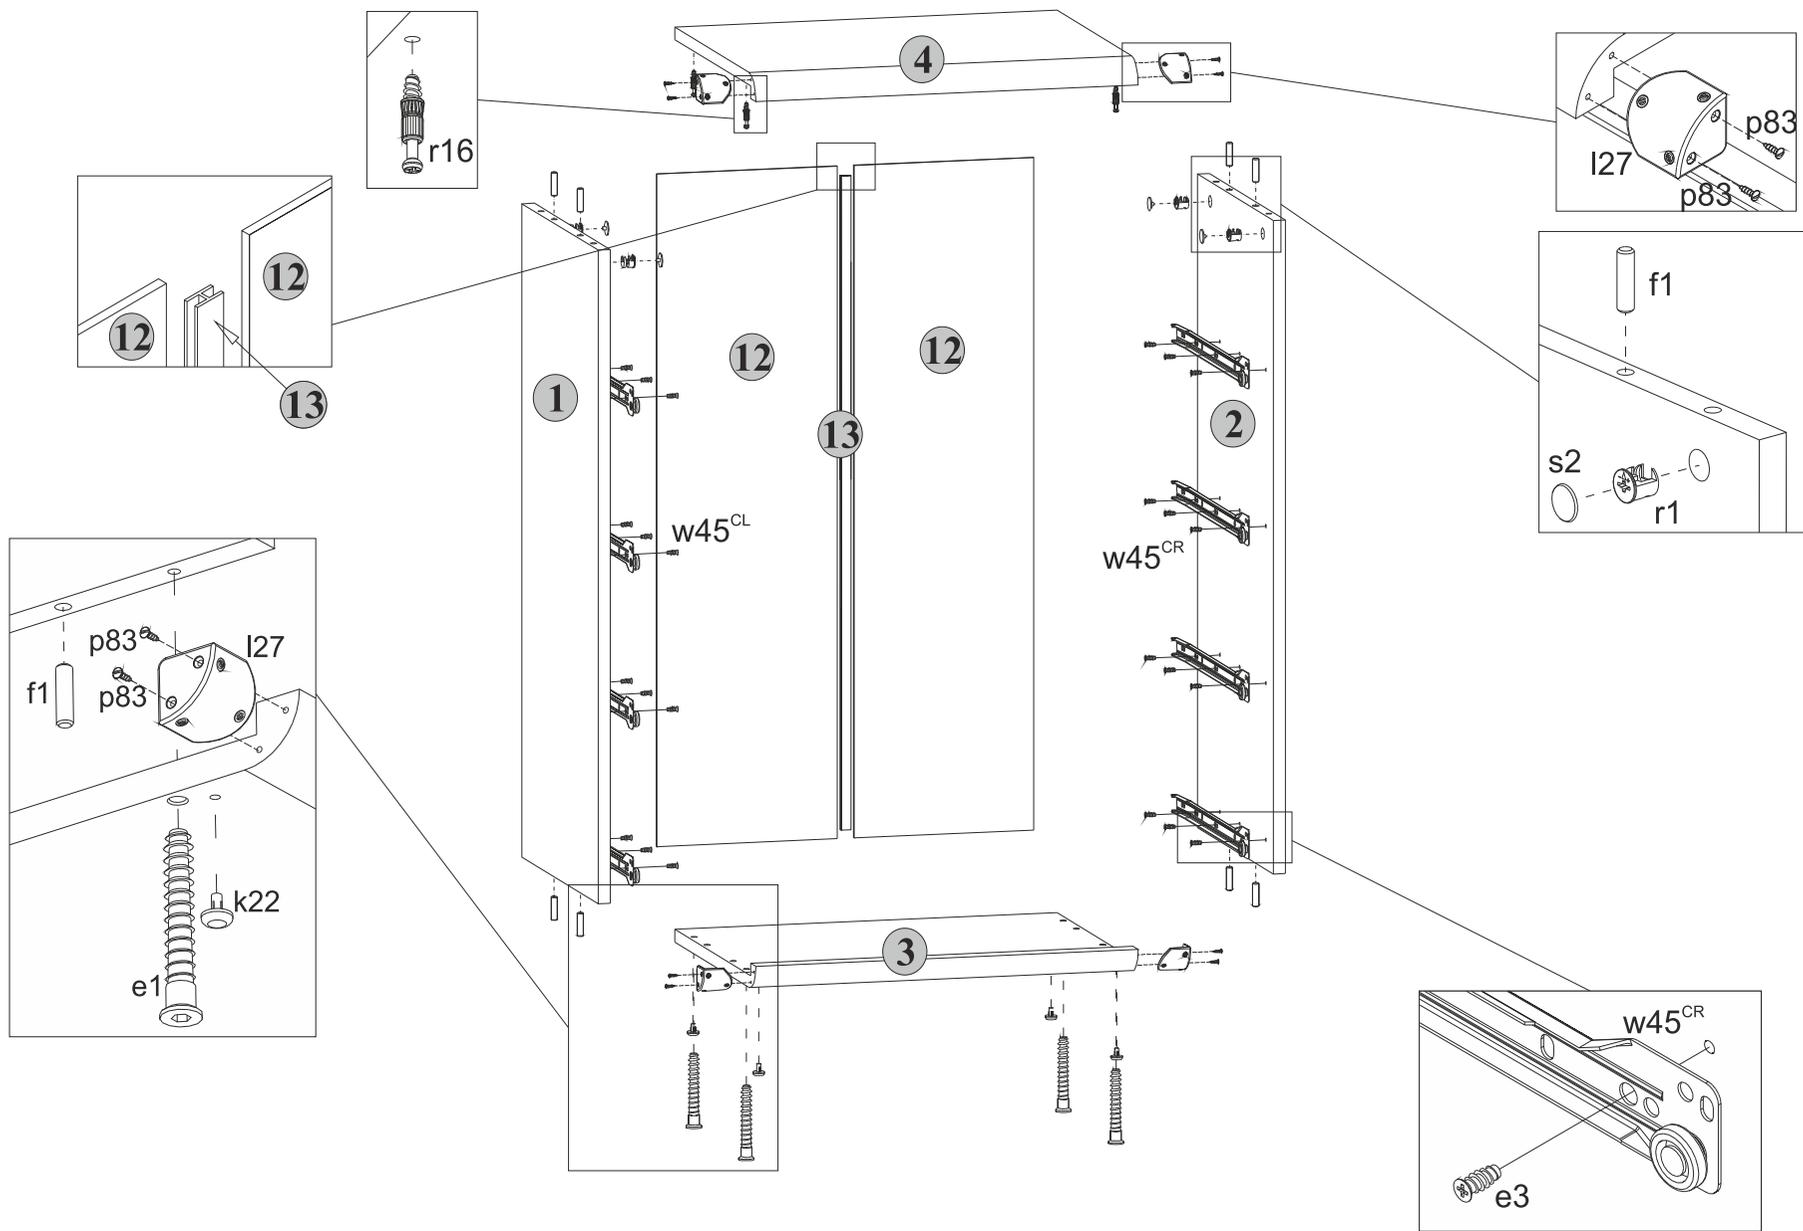

Рис. 2
5.5 В отверстия диаметром **5 мм** на нижней поверхности щита верхнего **4** вкрутить винты стяжки **r16**, пользуясь крестообразной отверткой (**см.рис. 2**).
5.6 В отверстия диаметром **4,5 мм** на нижней поверхности щита нижнего **3** вставить опоры полимерные **k22** (подпятники) (**см.рис. 2**).
5.8 К стенкам боковым **1** и **2** присоединить щит нижний **3** и стянуть еврошурупами **e1**, пользуясь специальным ключом **z1** из комплекта фурнитуры (**см.рис. 2**).
5.2 В отверстия диаметром **8 мм** на верхних и нижних кромках стенок боковых **1** и **2** вбить деревянные шканты **f1** (**см.рис. 2**).
5.4 На внутренних поверхностях стенок боковых **1** и **2** в отверстия диаметром **15 мм** вставить стяжки эксцентриковые **r1** (**см.рис. 2**).